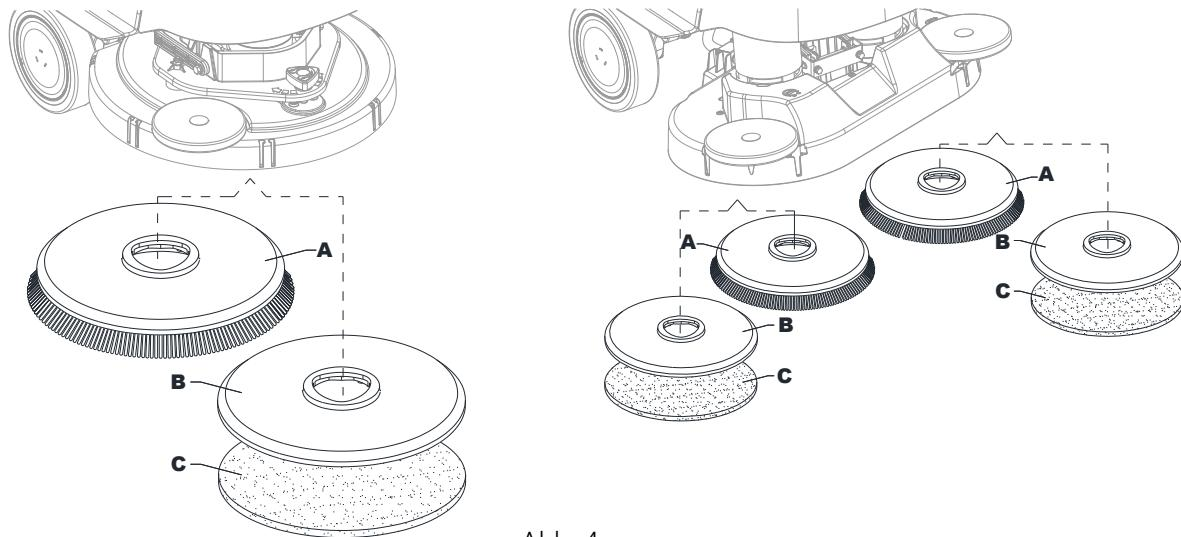

Abb. 4
An das Gerät kann sowohl die Bürste (A, Abb. 4) als auch der Padhalter (B) mit Pad (C) montiert werden, je nach auszuführender Bodenbehandlung.
1. Die Bürste (A) oder den Padhalter (B) unter dem Scheuerdeck (39) / Doppelscheibendeck (43) positionieren.
2. Drücken Sie die Start/Stopp-Taste (62) und geben Sie das Passwort ein, um das Gerät zu starten. Mit dem Drehknopf (67) den Modus Bürste anbringen/abwerfen (71) auswählen, die Auswahltaste (61) zur Bestätigung drücken.